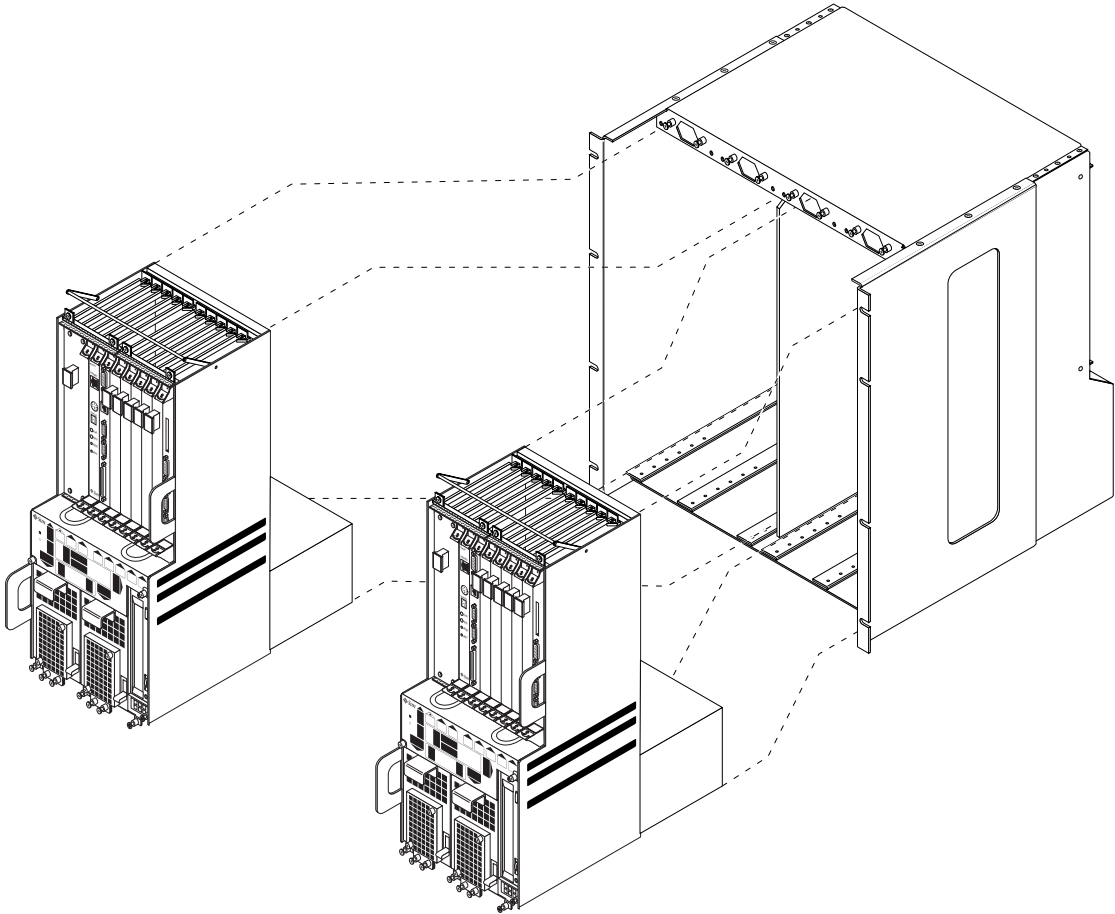

FIGURE 1-10 Deux serveurs Netra ct 800 dans un châssis
- un ou deux serveurs Netra ct 800 (FIGURE 1-10),